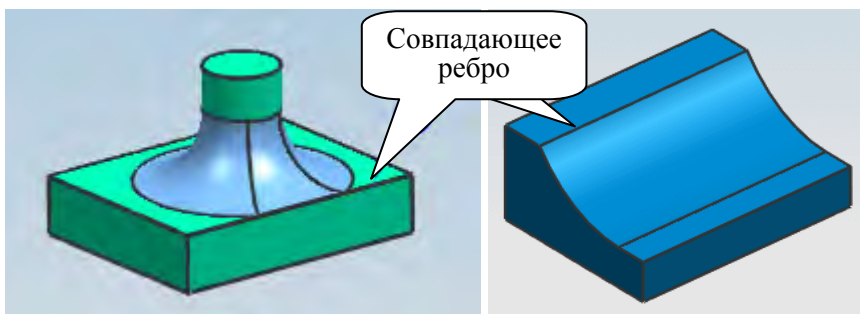
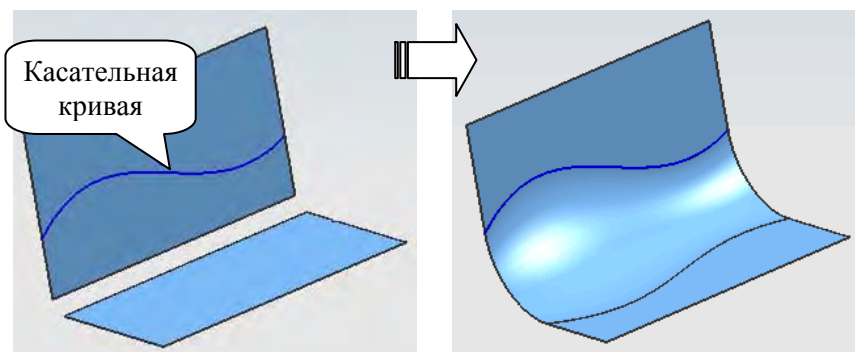

Рис. 2.19. Использование Совпадающего ребра [Coincident Edge]
Рис. 2.20. Использование Касательной кривой [Tangent Curve]
– при необходимости задать **Ограничения и геометрические ограничения** в одноименном поле [Constraining and Limiting Geometry]: задать **Совпадающее ребро** [Coincident Edge] так, что скругление будет проходить по указанным ребрам с одной стороны и касательное грани – с другой (рис. 2.19); задать **Касательную кривую** [Tangent Curve] так, что скругление на соответствующем наборе граней будет проходить по указанной кривой (рис. 2.20);